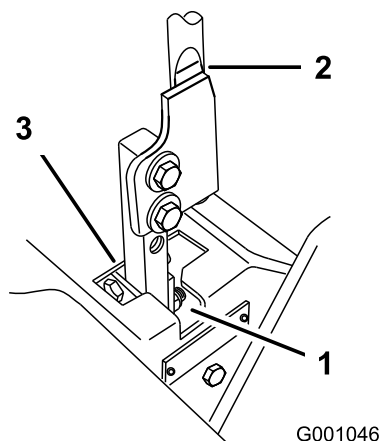

Figura 59
5. Mettete la leva in folle, senza bloccarla (Figura 59).
6. Tirate indietro la leva finché il cavallotto con perno (sul braccio sottostante l'albero di articolazione) non tocca l'estremità della tacca (inizia a premere sulla molla) (Figura 59).
7. Controllate dove si trova la leva di controllo rispetto all'intaglio nella consolle (Figura 59). Deve trovarsi al centro e consentire lo spostamento della leva verso l'esterno, in posizione di bloccaggio in folle.